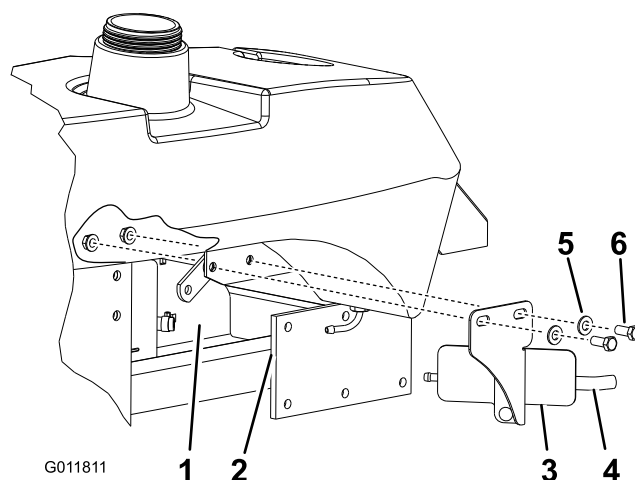

Figure 9
- Montez une pompe à carburant et un support neufs à l'aide des écrous retirés précédemment et de boulons (3/8 x 7/8") et de rondelles plates (3/8 pouce) neufs (Figure 9). Ne serrez pas les fixations.